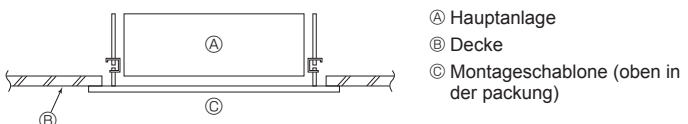

Fig. 3-8
3.7. Überprüfung der Position der Hauptanlage und Festziehen der Aufhängungsstehbolzen (Fig. 3-8)